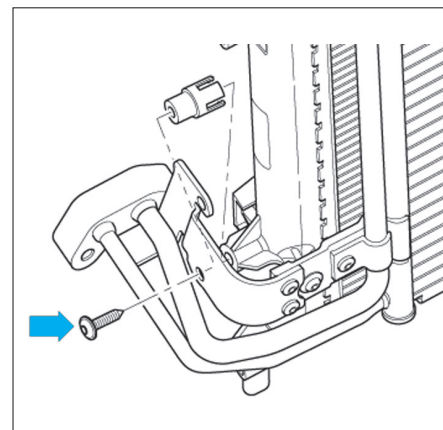

Fig. 58
- Déposer les vis des pattes de fixation de maintien du condenseur (Fig.58).